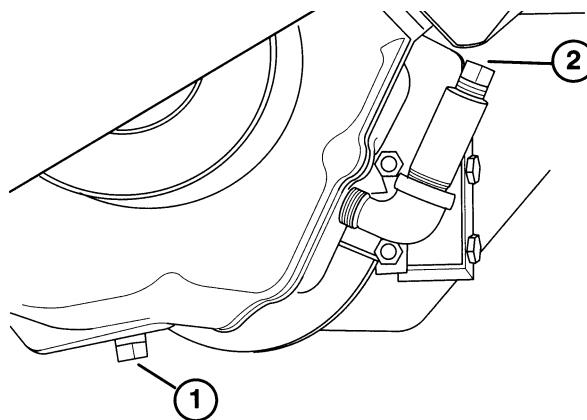

Fig. 26
1. Anbring en aftapningsbeholder under aftapningsproppen på akslen. Rengør området omkring aftapningsproppen (fig. 26).
3. Fjern påfyldningsproppen (fig. 26) og hæld ca. 1,89 SAE E.P. 90 olie ned i forlængelsesrøret. Stop, når oliestanden når op til toppen af røret.